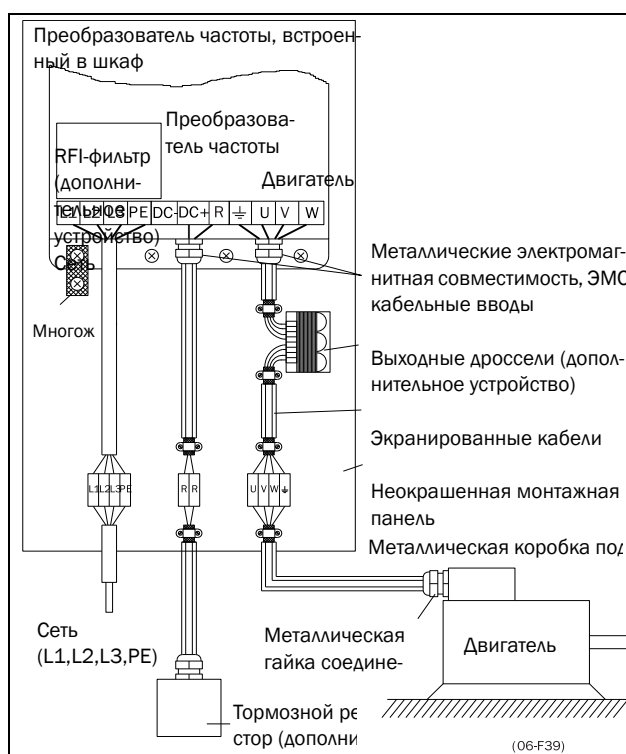

Рис. 21 Преобразователь частоты в шкафу на монтажной панели
- Соединение заземления хомутами, см. Рис. 21, необходимо только в случае, если монтажная панель окрашена. Все преобразователи частоты имеют неокрашенную заднюю поверхность, поэтому подходят для монтажа на неокрашенной панели.
- Шинное подключение заземления через хомут, см. Рис. 21, необходимо только если монтажная панель окрашена. Все преобразователи частоты имеют неокрашенную заднюю поверхность, поэтому подходят для монтажа на некрашеной панели.
Если кабели двигателя предполагается разрывать переключателями, выходными дросселями и т.п., необходимо обеспечить непрерывность экранирования путем использования металлических корпусов, монтажных пластин и т.п., как показано на Рис. 21.
- В случае монтажа преобразователя частоты в стандартном шкафу внутренняя проводка обязательно должна соответствовать стандарту EMC. На Рис. 21 показан пример преобразователя частоты, встроенного в шкаф.